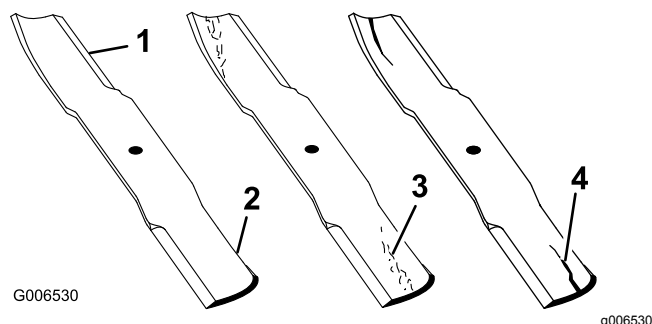

Figure 59
1. Examinez le tranchant des lames (Figure 59).
4. Remplacez immédiatement toute lame fendue, usée ou qui présente une entaille (Figure 59).